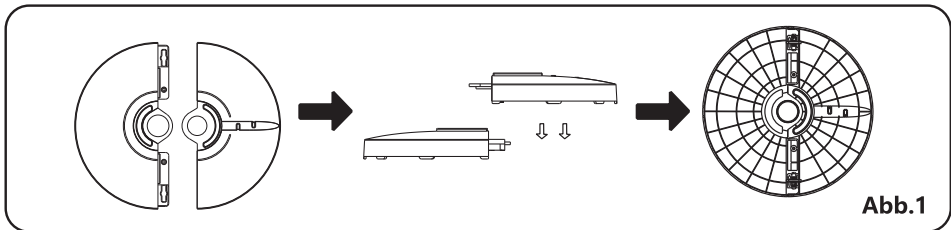

Abb.1
1. Nehmen Sie das Ventilatorgehäuse und die Ersatzteile aus dem Karton. Setzen Sie den vorderen Sockel auf den hinteren Sockel und fügen Sie sie zusammen. (siehe Abb. 1)
1. Verwijder de ventilatorbehuizing en reserveonderdelen uit de doos. Plaats de voorste basis op de achterste basis en voeg ze samen. (Zie Afb. 1)